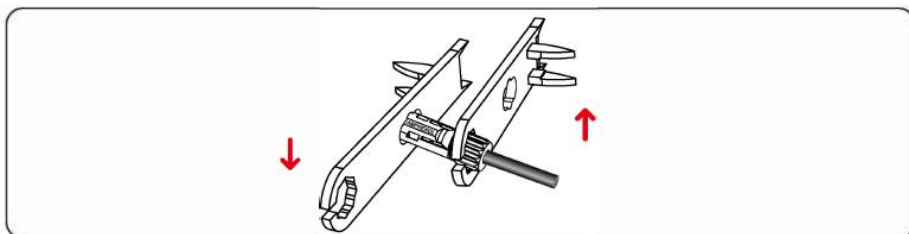

Figura 5.14 Fijación de conectores
Paso 4 Apriete las tuercas de seguridad de los conectores positivo y negativo con una llave de extracción, como se muestra en la figura 5.14.